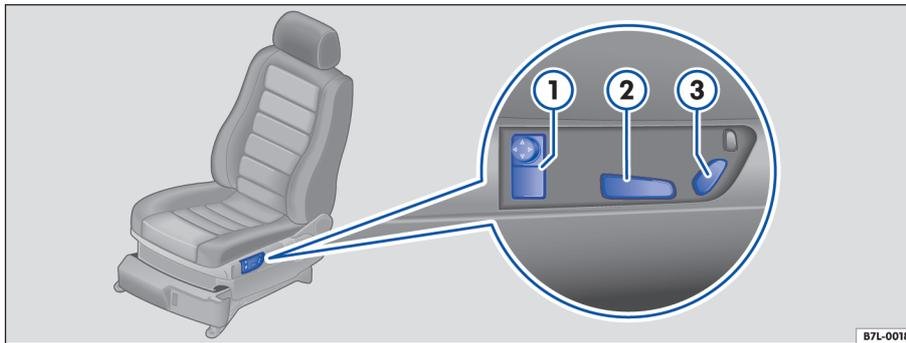

Fig. 47 Detalle de los mandos para el ajuste eléctrico de los asientos
– Accione el mando correspondiente ⇒ fig. 47 para ajustar el asiento delantero a su cuerpo ⇒ .
- ① Ajuste del apoyo lumbar. Al realizar el ajuste, el acolchado de la zona lumbar se arquea más o menos. De esta manera se adapta a la curvatura natural de la columna vertebral.
- ② Ajuste longitudinal y en altura de la banqueta
- ③ Ajuste de la inclinación del respaldo